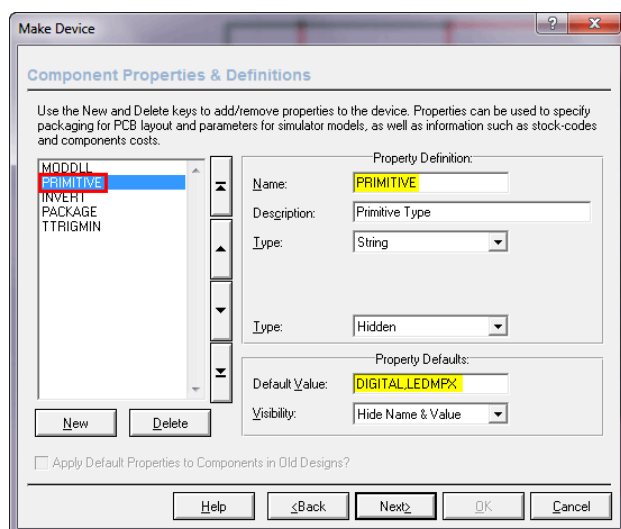

Рис. 93
- PRIMITIVE** – В графе **Description** умолчание или по своему усмотрению, первый **Type** – **String**, второй **Type** – **Hidden**, **Default Value** – **DIGITAL,LEDMPX** – через запятую без пробелов (Рис. 93);